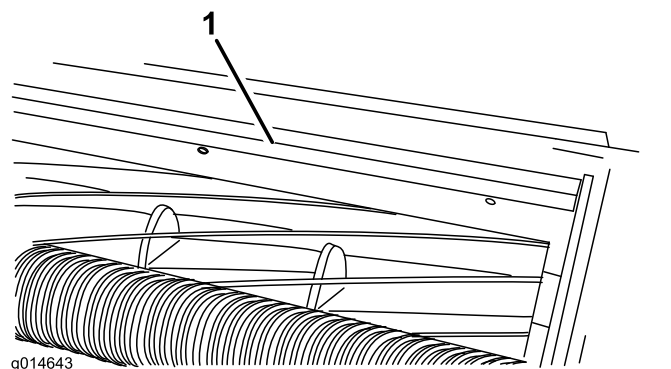

図 9
1. バー(図 9)をカッティングユニットに固定しているボルトをゆるめる。